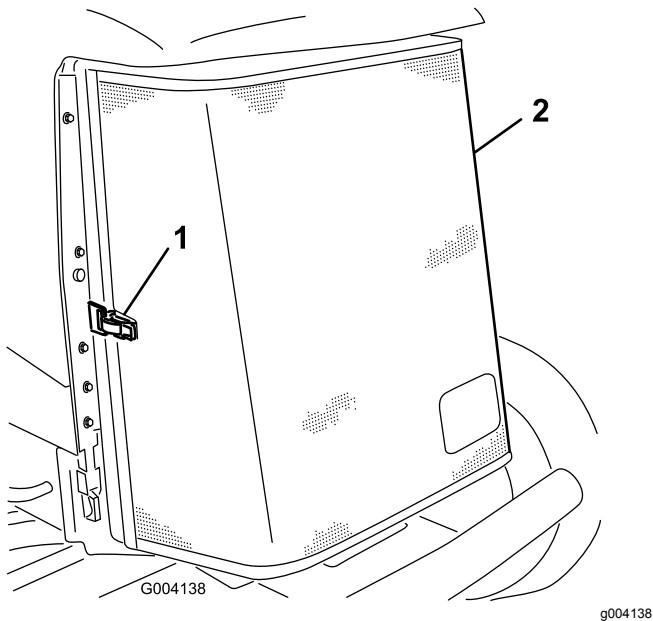

Bild 81
3. Entriegeln Sie den Riegel und drehen Sie das hintere Gitter auf (Bild 81).